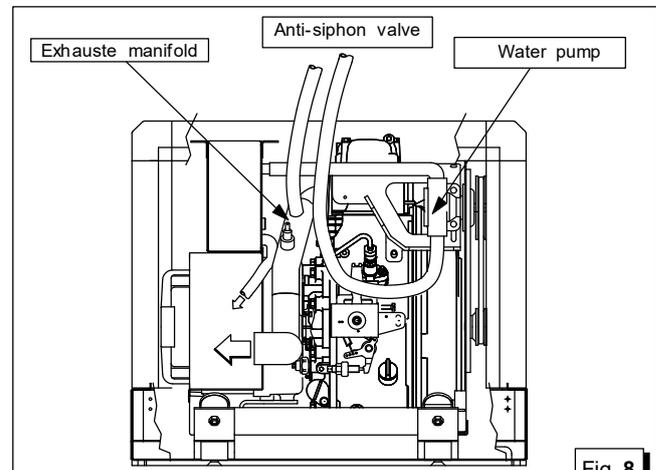

Fig. 8
- 5 - Valvola antisifone: è una valvola che riporta a pressione atmosferica il circuito di raffreddamento a motore spento, evitando il fenomeno di sifonaggio. **Va obbligatoriamente usata quando il generatore è installato col miscelatore di scarico sulla o sotto la linea di galleggiamento**, e va posizionato ad almeno 50 cm. sopra il livello del mare. (vedi fig. 8/9).